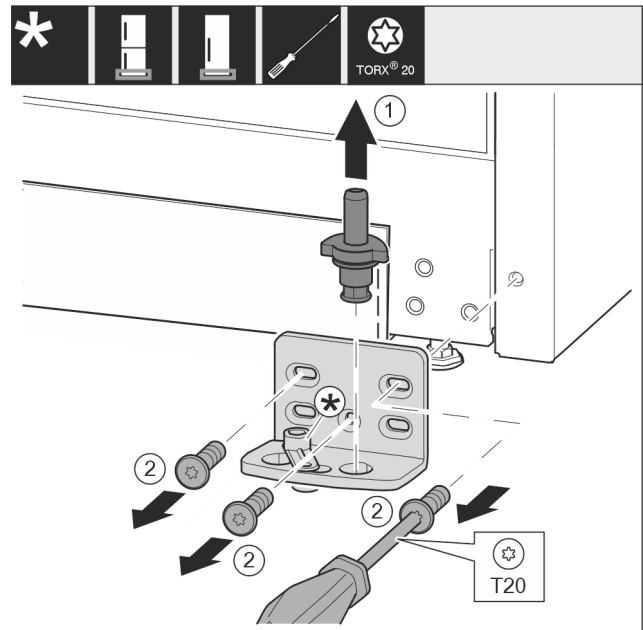

Fig. 13
- ▶ Húzza ki teljesen a csapszeget felfelé. Fig. 13 (1)
- ▶ Csavarja ki a csavarokat a T20 csavarhúzóval, és vegye le a csapógybakot. Fig. 13 (2)